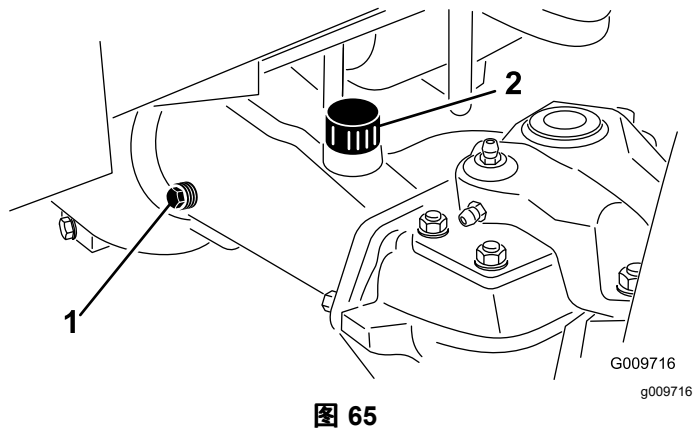

图 65
2. 从轴的 1 端取出检查塞确保润滑油向上直至孔的底部图 65。